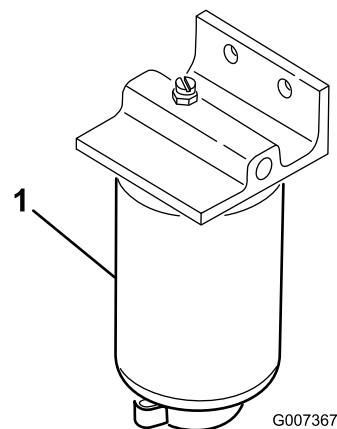

Figura 49
1. Mettete un contenitore pulito sotto il filtro del carburante (Figura 49).
2. Pulite la superficie circostante la scatola del filtro (Figura 49).